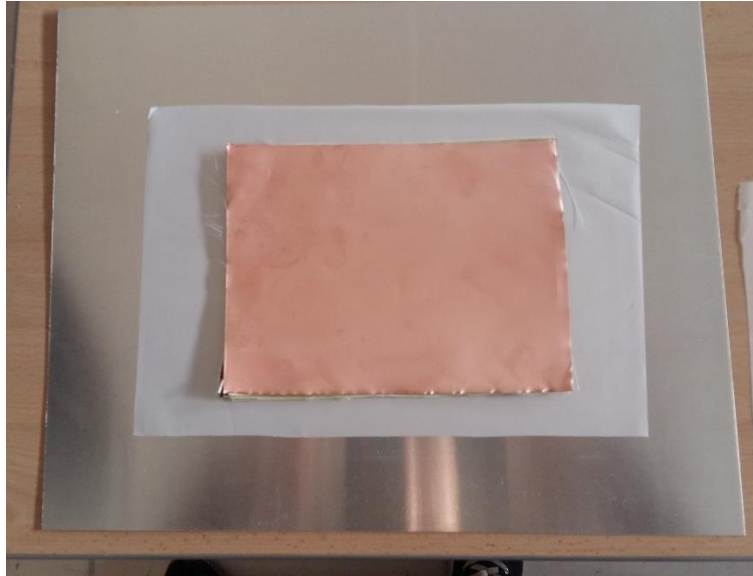

Figura 37. Láminas aluminio, tedlar, cobre y prepreg.
- Para terminar, se coloca una lámina de cobre encima de las capas anteriores, como se muestra en la Figura 37.